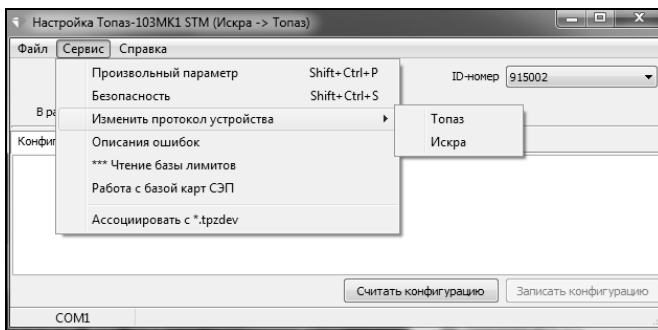

Рисунок 2
7.3 Для изменения протокола связи с ПК нажать в меню кнопку "Сервис"—>"Изменить протокол устройства" (рисунок 2).